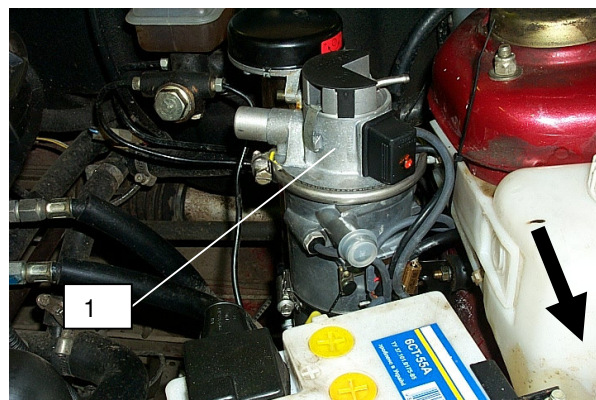

Рис.1
Легенда к рис.1
Подогреватель (1/1) монтируется в моторном отсеке в вертикальном положении слева по направлению движения за АКБ на стойке амортизатора. См. **рис.1**.
Произвести макетирование на месте установки. Для этого установить отопитель как показано на **рис.1**.
- повернуть горелку как показано на **рис.1**